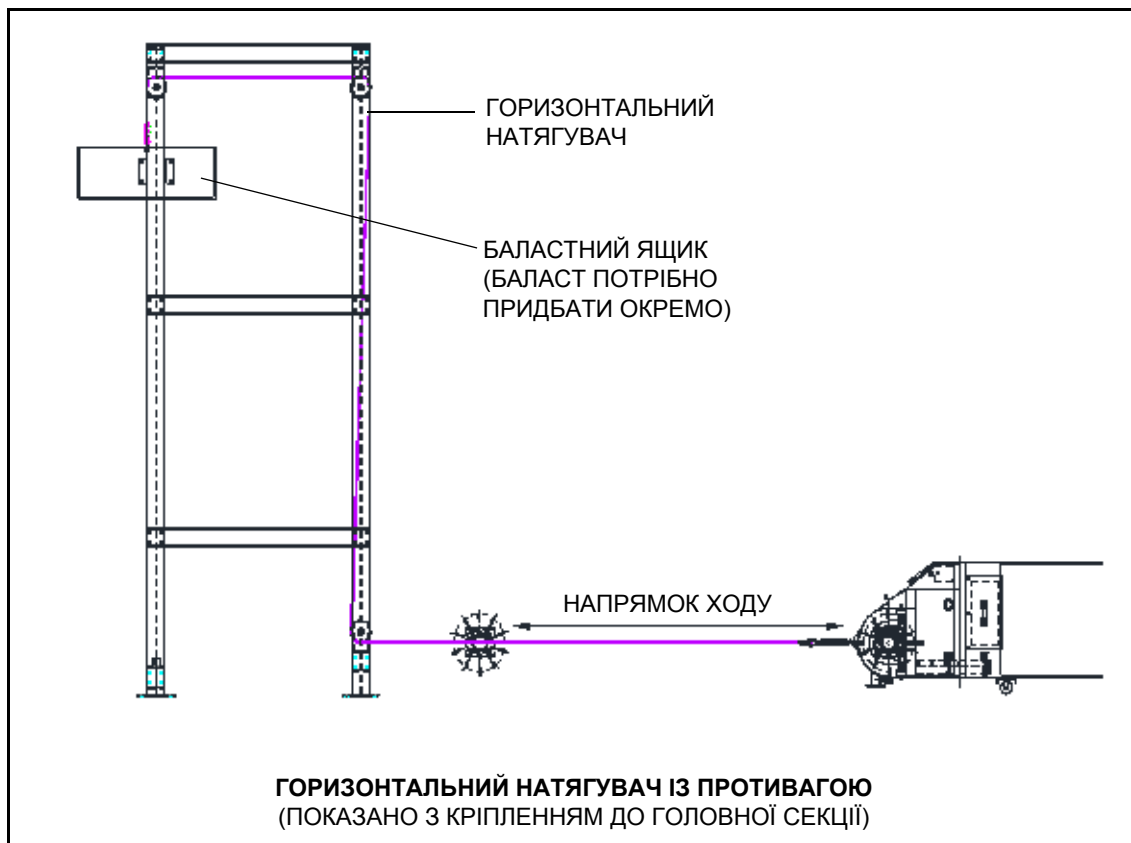

Рис. 3.12
1. Установіть горизонтальний натягувач із противагою як показано на Рис. 3.12. Див. загальне компоувальне креслення.